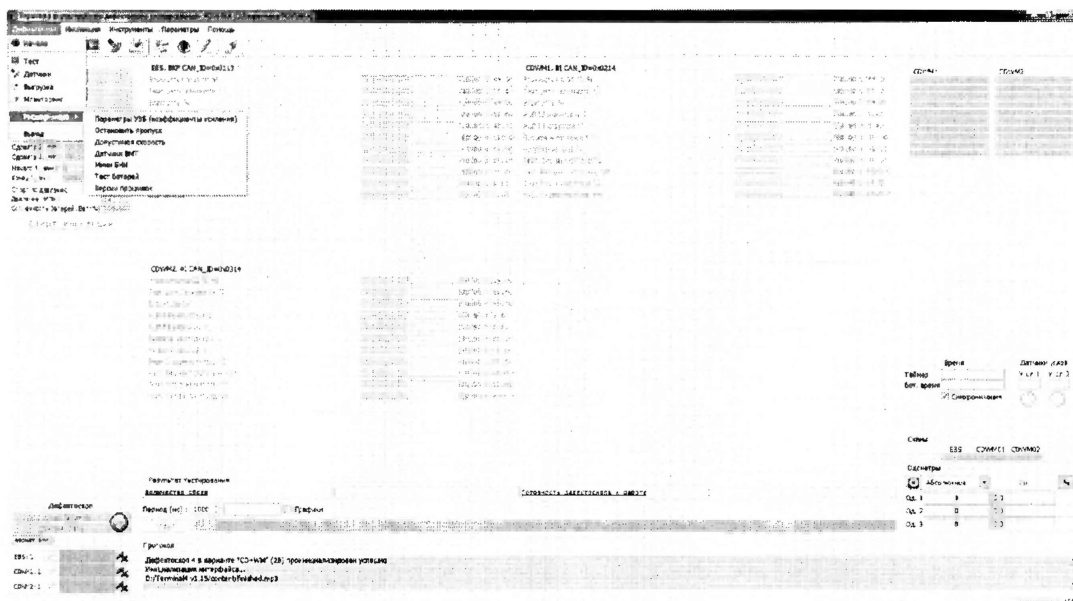

Рисунок 31 – Основное окно программы.
8.4.4.11 Повторить пункты 8.4.1.15 – 8.4.1.16 методики поверки и запустится основное окно программы (Рисунок 31).
8.4.4.12 Запустить окно «Параметры УЗБ (коэффициенты усиления)» из меню «Дефектоскопы» / «Расширенные» (Рисунок 31).